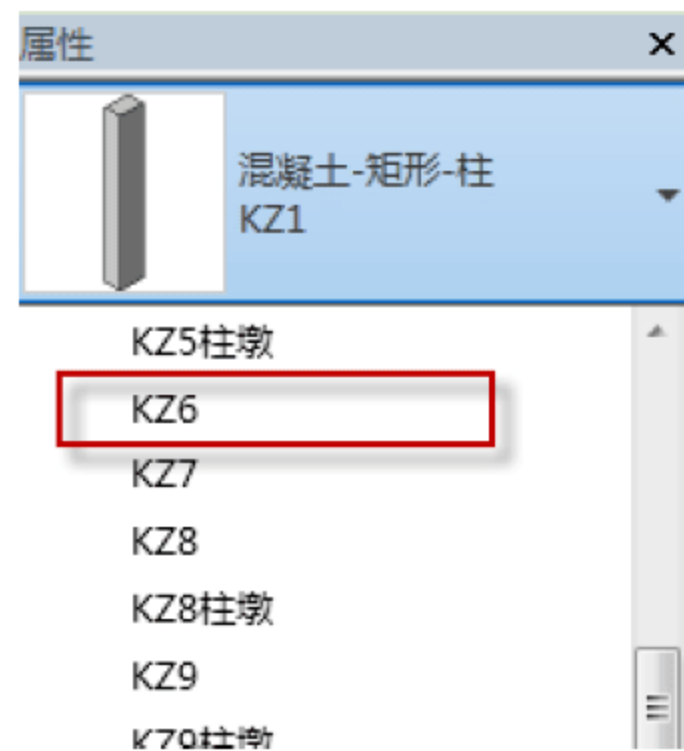
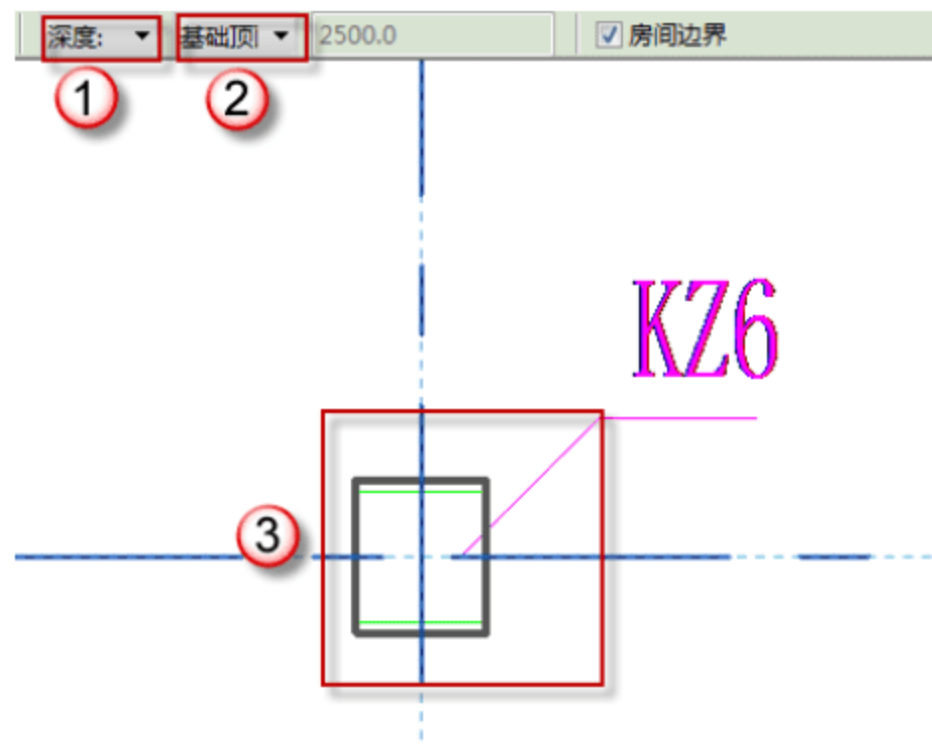

图 3.1.34 KZ6 属性
图 3.1.35 KZ6 的绘制
(18) 建立柱 KZ6。按快捷键 C+L (绘制结构柱), 在“属性”面板中选择“混凝土-矩形-柱”柱类型, 选择 KZ6 框柱, 如图 3.1.34 所示。然后选择“深度”→“基础顶”选项, 最后将 KZ6 绘制在柱定位处, 如图 3.1.35 所示。